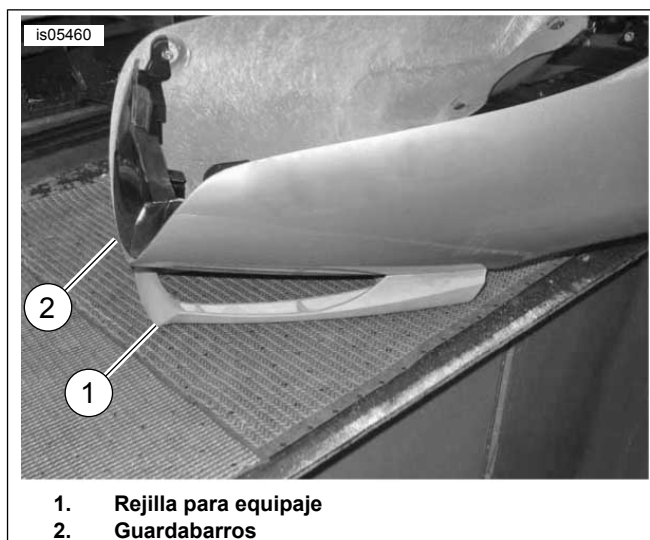
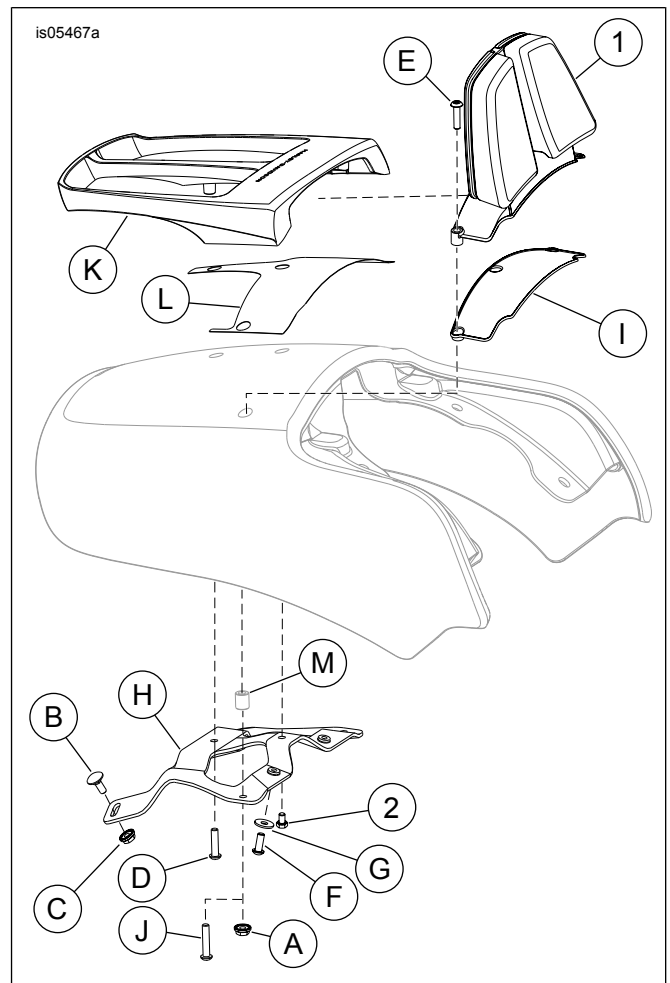

Figura 3. Alineación de la rejilla para equipaje y el guardabarros
Figura 5. Piezas de servicio: Pieza vertical VRSCF
Vea Figura 5 y Tabla 1.
1. Vea Figura 5. Extraiga los pernos de carrocería (B) y las tuercas de reborde (C). Guárdelos para la instalación.
2. Extraiga los tornillos (D, F y J) y las arandelas (G). Guárdelos para la instalación.
3. Quite los espaciadores (M). Deseche los espaciadores.
4. Quite la pieza de soporte de montaje (H) y la rejilla para equipaje (K). Guárdelos para la instalación.
6. Vea Figura 5. Instale la pieza vertical (1) en la junta de caucho (I).
7. Vea Figura 3. Coloque la pieza vertical al revés en el banco de trabajo y alinee los agujeros con los agujeros del guardabarros.
8. Alinee los agujeros de montaje de la pieza de soporte (H) con los agujeros de montaje de la pieza vertical.
9. Vea Figura 5. Instale el perno (2) y apriete con los dedos.
10. Instale los dos tornillos (E) y las tuercas (A) en las ubicaciones exteriores de montaje y apriete con los dedos.
12. Apriete el perno (2) a 10–12 N·m (88–106 in-lbs).
- Si no se instaló previamente una rejilla para equipaje: Vea Figura 5. Aplique la cinta protectora (L) a la superficie pintada utilizando los agujeros perforados para la alineación.
- Vea Figura 5. Deslice la pieza vertical (1) sobre la rejilla para equipaje (K).
- Vea Figura 3. Coloque el conjunto de la rejilla para equipaje/pieza vertical al revés sobre el banco de trabajo y alinee los agujeros en la rejilla para equipaje con los agujeros en el guardabarros.
- Alinee los agujeros de montaje de la pieza de soporte (H) con los agujeros de montaje de la pieza vertical y la rejilla para equipaje.
- Vea Figura 5. Instale el tornillo (D) y apriete con los dedos.
- Instale el perno (2). Apriete con los dedos.
- Instale los dos tornillos (J) en las ubicaciones delanteras de montaje y apriételos con los dedos.
- Apriete el perno (2) a 10–12 N·m (88–106 in-lbs).
- Vea Figura 5. Instale dos tornillos (F) y las arandelas planas (G) a través de los agujeros en la cama del asiento y dentro de las tuercas soldadas en la pieza de soporte (H). Apriete con los dedos.
- Vea Figura 5. Apriete las tuercas (C) y los tornillos (F) a 7–9 N·m (62–80 in-lbs).